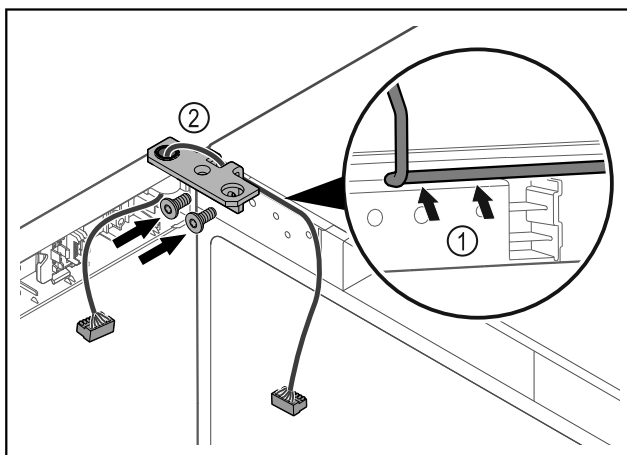

Fig. 47
- ▶ Вкарайте кабела през прореза на ъгъла на пантата и го положете внимателно Fig. 47 (1).
- ▶ Завинтете ъгъла на пантата Fig. 47 (2).